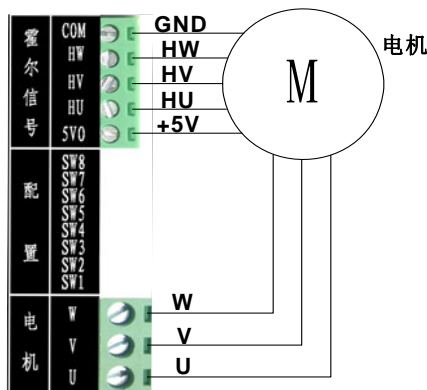

图 3.2 电机接线图
- 3) 将电机的 U、V、W 三相线电源线接到驱动器电机接口的 U、V、W，将电机的霍尔传感器电源线正负极（通常正极为红色，负极为黑色，具体参照电机的相关资料）分别接到驱动器霍尔信号接口的 5VO 和 COM，霍尔传感器的三霍尔位置信号线接到驱动器霍尔接口的 HU、HV、HW，如图 3.2 所示。